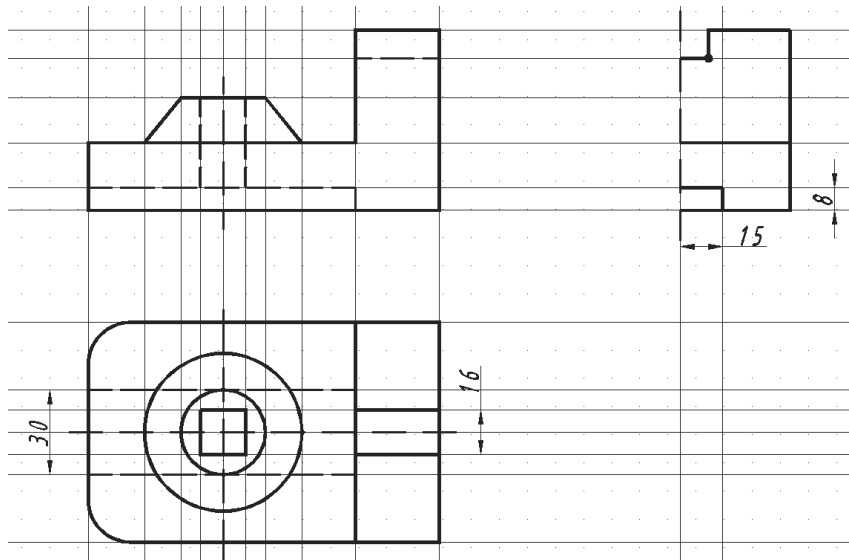

Рисунок 7.7
8. Виконати необхідні допоміжні побудови для внутрішніх контурів деталі і потім викреслити внутрішній контур на шарі невидимою командою ВІДРІЗОК на вигляді спереду і на вигляді зверху, рис. 7.7. Накреслити пази на вигляді зверху і на вигляді зліва на шарі Контур, рис. 7.7.